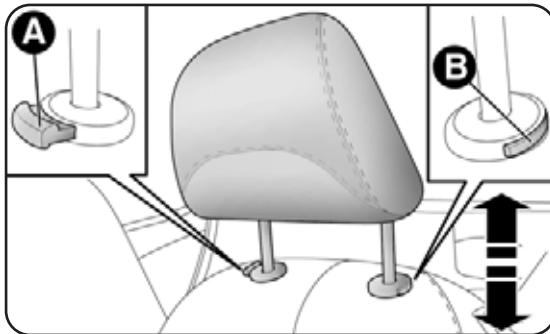

fig. 24
- ajuste hacia abajo: presione el botón A-fig. 24 y baje el reposacabeza.
- pulse los botones A y B-fig. 24 y después quite los reposacabezas sacándolos hacia arriba.